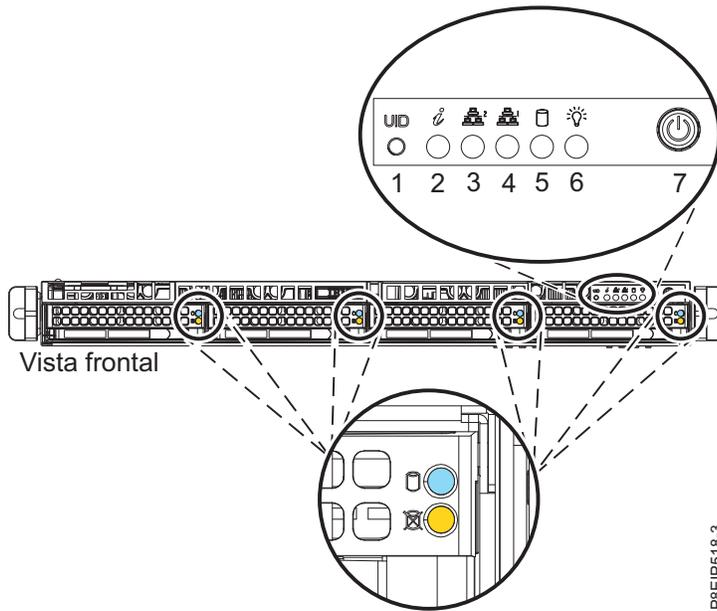
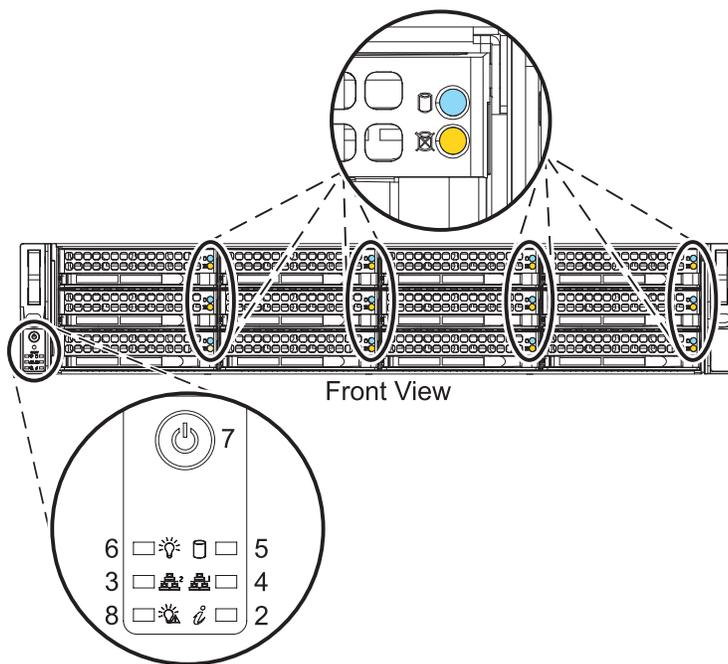

Figura 68. Interruptor de alimentación de 8001-12C
Figura 69. Interruptor de alimentación de 8001-22C
2. Pulse el botón de encendido (7) que se muestra en la Figura 68 o la Figura 69. Puede que tenga que pulsar el interruptor de 0,5 a 3 segundos.